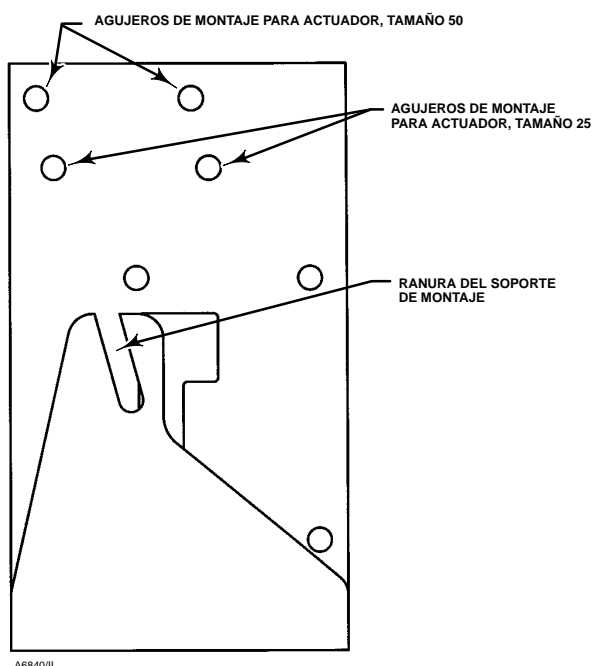

Figura 6. Soporte de montaje del posicionador
9. Enroscar uno de los tres tornillos de cabeza hexagonal (clave 196) en el agujero roscado de la pata del yugo dando aproximadamente dos (2) vueltas.
10. Instalar el conjunto del paso 7 al actuador 585C ó 585CR deslizando la ranura del soporte de montaje (ver la figura 6) sobre el tornillo de cabeza de la pata del yugo. A medida que se sujeta este conjunto al actuador, centrar el brazo de realimentación con carga en el resorte debajo del rodillo de realimentación (clave 175) en el soporte del vástago (clave 195). Alinear los agujeros superiores del soporte de montaje (ver la figura 6) con los agujeros de cilindro e instalar los dos tornillos de cabeza hexagonal (clave 196) restantes. Ajustar todos los tornillos.